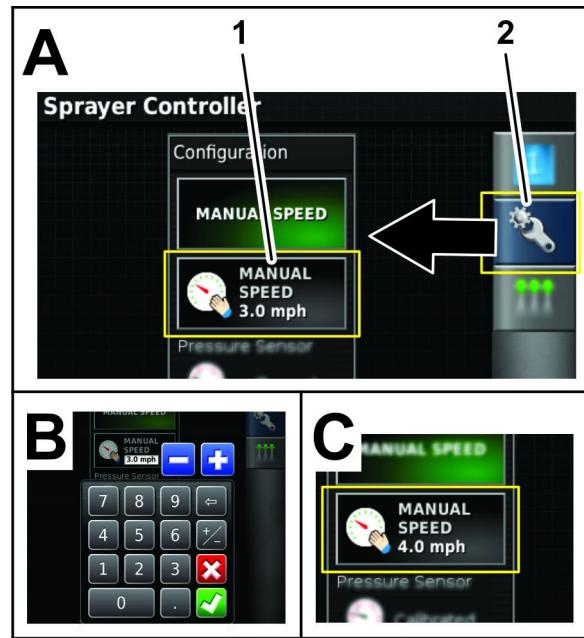

Figura 97
F. Pulse el ícono para introducir la velocidad manual (Figura 97).
G. Utilice el teclado para introducir la velocidad simulada y pulse el ícono de confirmación (Figura 97).